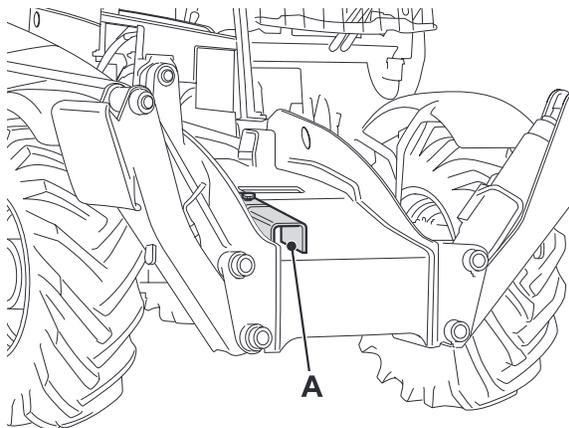

Fig 180.
535-125 HiViz, 535-140 HiViz	⇒ Fig 180. (193)